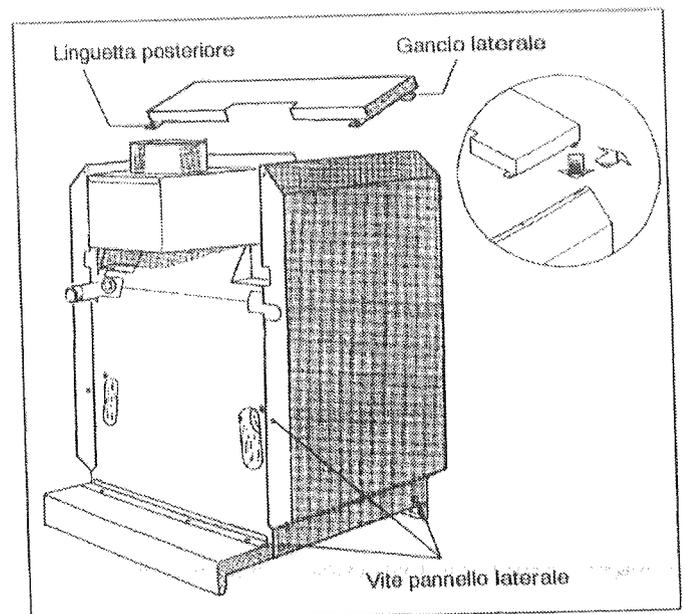

Fig. 11: Pannelli laterali e coperchio caldaia anteriore
- Fissare i due pannelli laterali in basso con due viti autofilettanti, alla parte posteriore della caldaia con una vite autofilettante (Fig. 11).
- Piegare entrambi i ganci laterali del coperchio caldaia anteriore con una pinza e spingerli da dietro nei fori longitudinali delle piegature dei pannelli laterali (Fig. 11).
- Fissare entrambe le linguette posteriori del coperchio caldaia anteriore con due viti autofilettanti ai pannelli laterali (Fig. 11).